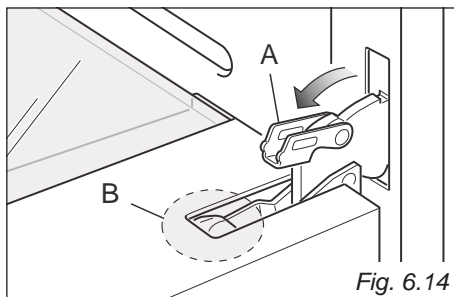
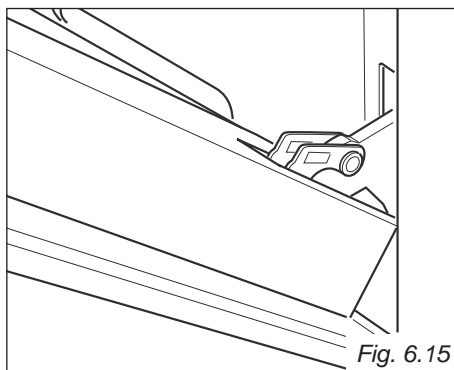

Fig. 6.14
Fig. 6.15
- Aprire completamente la leva "A" delle cerniere destra e sinistra (fig. 6.14).
- Socchiudere dolcemente la porta (fig. 6.15) fino a quando le leve "A" delle cerniere destra e sinistra si agganciano alla parte "B" della porta (fig. 6.14).